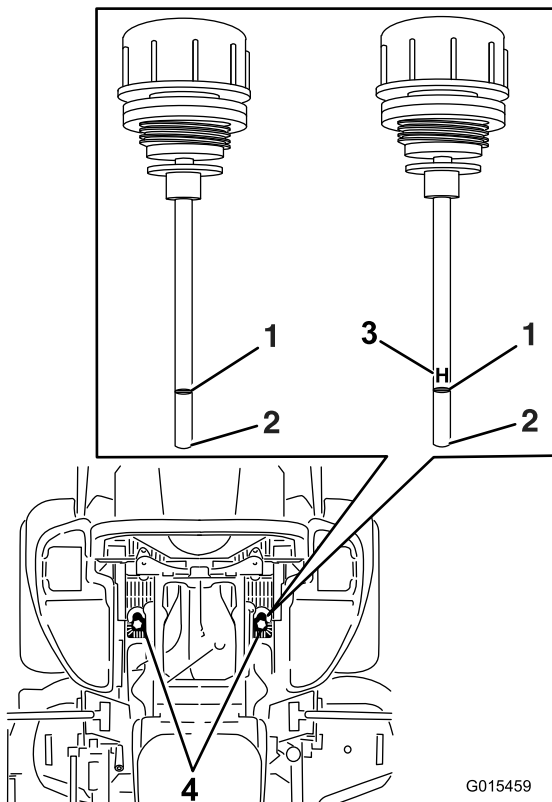

Figure 88
6. Nettoyez la surface autour des jauges des réservoirs du système hydraulique (Figure 88).
7. Sortez une jauge du réservoir hydraulique (Figure 88).
9. Ressortez la jauge et examinez l'extrémité (Figure 88). Si le niveau de liquide est au repère MINIMUM, versez lentement la quantité de liquide qui convient dans le réservoir hydraulique pour faire monter le niveau jusqu'au repère MAXIMUM (H).